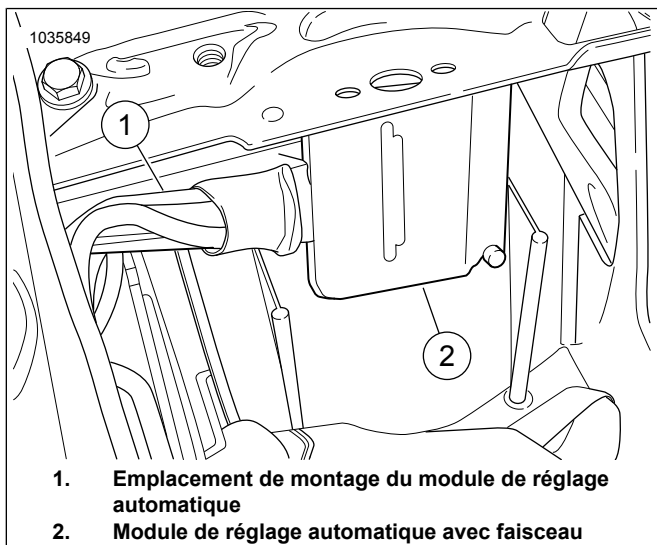

Figure 14. Emplacement de montage du module de réglage automatique
13. Consultez Figure 14. Nettoyez la surface de montage avec un tampon d'alcool. Enlevez le revêtement de l'endos adhésif et placez la bande adhésive Dual Lock sur le module de réglage automatique. Enlevez le revêtement de l'endos de la bande adhésive Dual Lock et posez le module de réglage automatique (1) derrière le coffre à batterie.